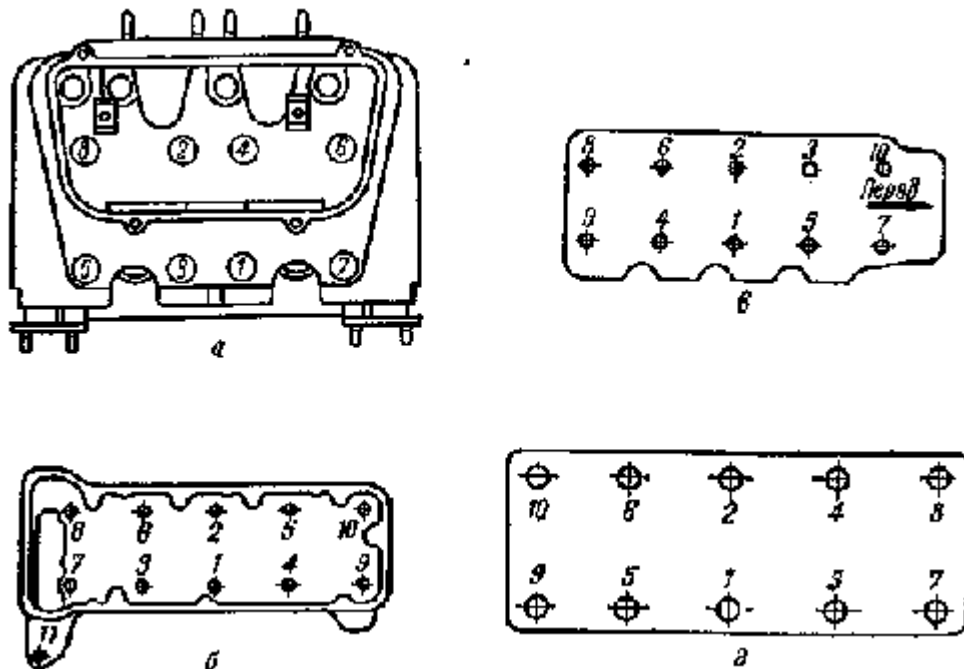

Рис. 20. Последовательность затяжки болтов (гаек) крепления головок блоков цилиндров:
С определенным моментом должны затягиваться также болты крепления крышек шатунов и коренных подшипников коленчатого вала, а также болты и гайки в некоторых других соединениях автомобиля. Моменты затяжки наиболее ответственных резьбовых соединений для легковых автомобилей приведены в таблице, а на рис. 20 показана правильная последовательность затяжки болтов (гаек) крепления головок блоков цилиндров.
*Момент затяжки болта № 11 (см. рис. 20) должен быть 3,2...4,2 кгс*м.